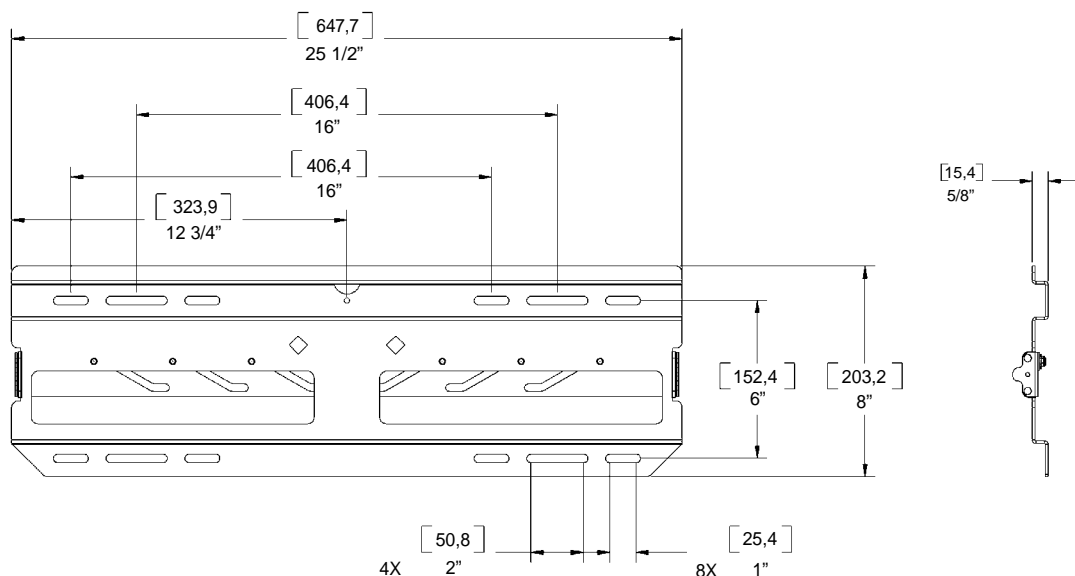

Figura 3. Installazione dei tirafondi per legno
1. Determinare una posizione di montaggio adatta e sollevare la piastra a parete (10) in posizione (vedere "PARTI" a pagina 3 e la figura 3).
3. Mettere in squadra la piastra a parete (10) e praticare i fori di ancoraggio nella parete. Se si praticano i fori su montanti di legno, utilizzare un punta da trapano per legno da 6 mm (15/64").
4. Installare la piastra sulla parete utilizzando quattro tirafondi per legno (80) e 4 rondelle (90) da 8 mm (5/16").